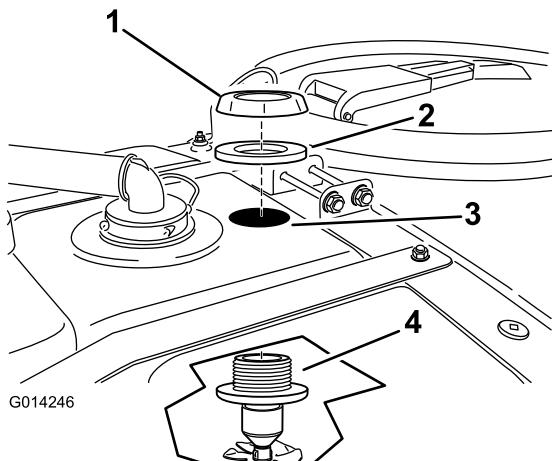

図 15
2. 先ほどあけた穴の下から上へ、ノズルアセンブリを通す図 15。
3. タンク上部のバルクヘッドのねじ山に、ガスケットと、プラスチック製フランジナットを取り付ける図 15。